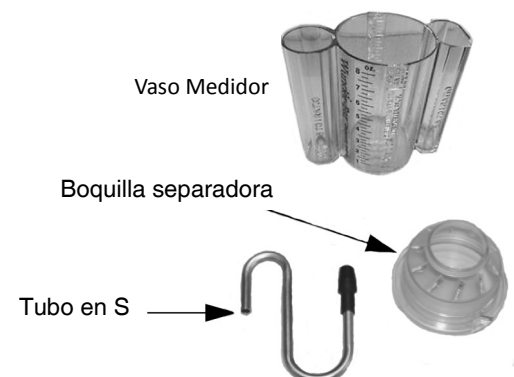

Figura 1.
1. Busque "Relación de BRIX Check" partes, estándar BRIX Copas de relación, Tubo en forma de S and Splitter boquilla (Figura 1) Y una toalla desinfectados.